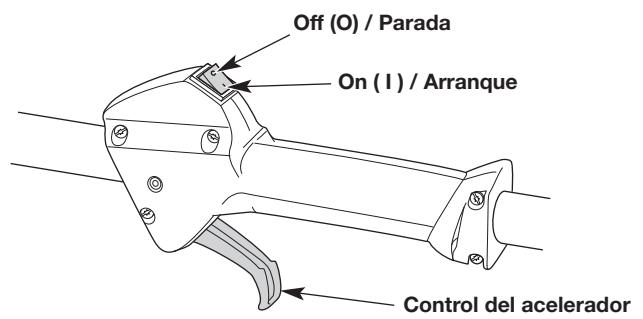

Fig. 7
NOTA: No es necesario encender la unidad. El interruptor de encendido/apagado está en la posición ON (I) (encendido) en todo momento (Fig. 7).
6. Apriete el control del acelerador (Fig. 7) y tire de la cuerda de arranque con un movimiento controlado y firme **5 veces** (Fig. 10).
2. Oprima y mantenga apretado el interruptor de encendido/apagado en la posición OFF (O) (apagado) hasta que el motor se pare por completo (Fig. 7).